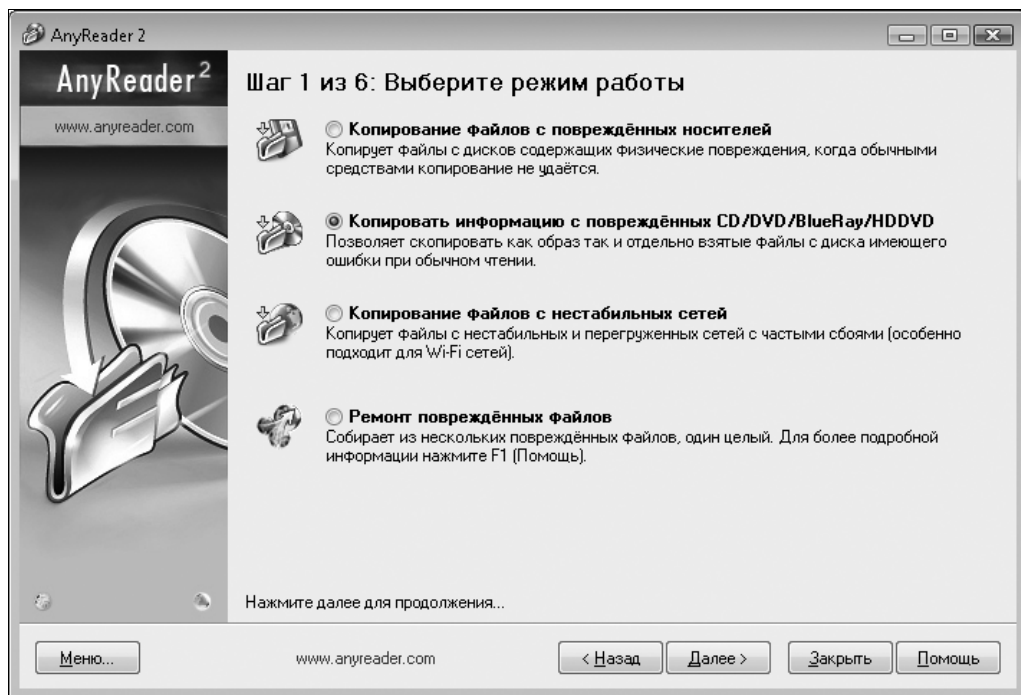

Рис. 12.16. Программа AnyReader: выбор задачи
1. Запустите программу и в окне приветствия нажмите кнопку **Далее**. Откроется окно выбора задачи (рис. 12.16). Таких задач четыре: